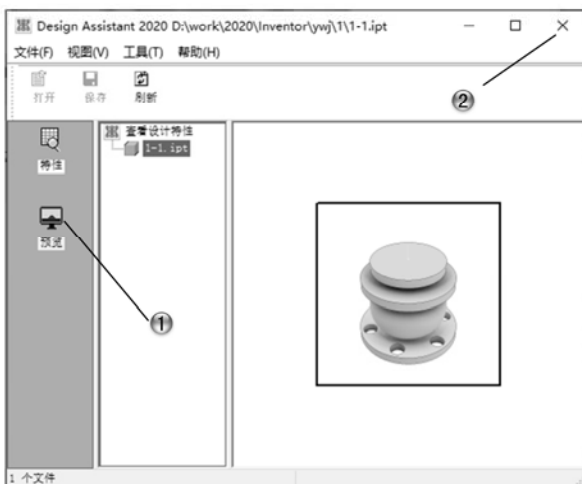

图 1-59 预览模型
- ① 单击 Design Assistant 2020 窗口中的【预览】按钮, 切换到【预览】界面。
- ② 完成预览后单击【关闭】按钮, 如图 1-59 所示。